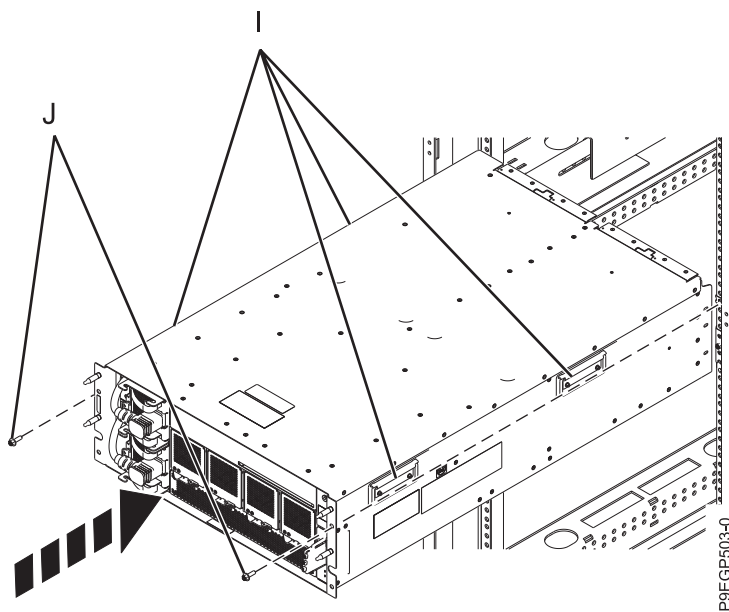

図 9. ラックへのドロワーの取り付け
- 図 9 に示すように、3 人のうち、2 人が 4 つのハンドル (I) をつかみ、残りの 1 人がドロワーの正面に立ってドロワーを誘導します。ドロワーを持ち上げて、レール前部に乗せます。
- 2 本の M5 固定ねじ (J) を、ドロワーを通して左右のレールのナット・クリップに取り付けます。図 9 を参照してください。